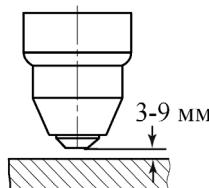

Рис. 7.4. Выбор расстояния от сопла плазмотрона до разрезаемого изделия.
- **Расстояние до разрезаемого изделия (см. рис. 7.4).**